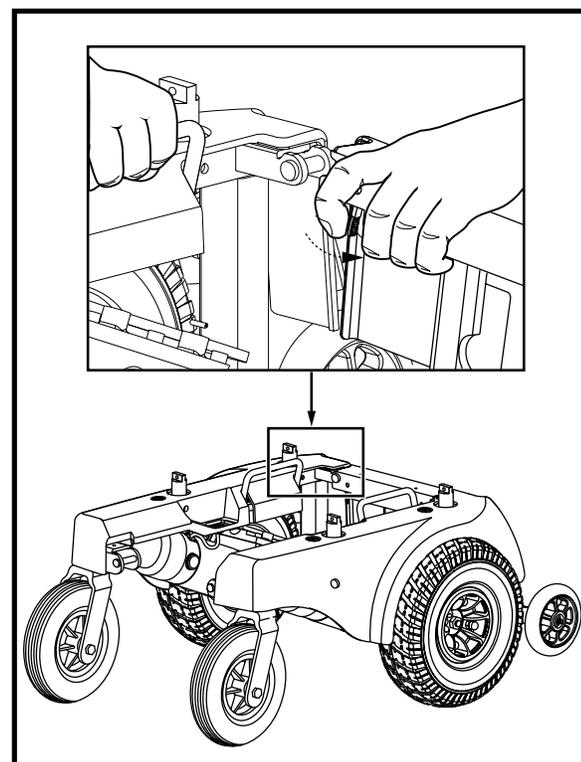

Figure 18. Installation/démontage cadre de la base motorisée
9. Tenez-vous debout derrière le fauteuil et attrapez une des poignées d'assemblage de la structure. Voir la figure 18.
3. Pivotez la barre supérieur vers le cadre avant et poussez la dans le mécanisme de verrouillage jusqu'à ce qu'elle se bloque fermement en place. Voir la figure 18.